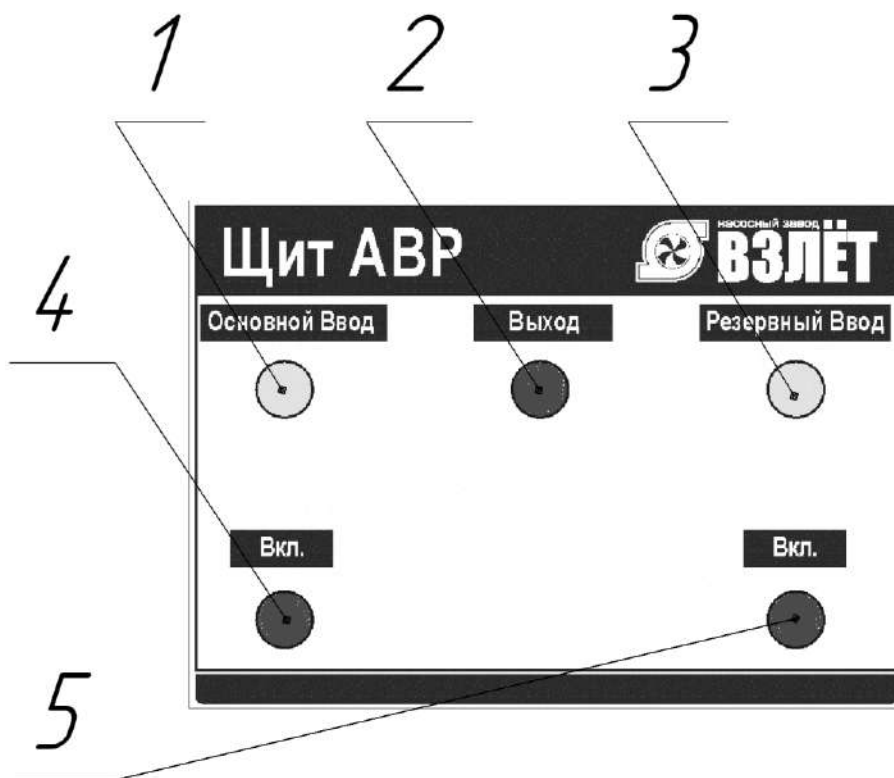

Рис. 1 Общий вид ШУ6-50-32А.
6.2. При подключении основной питающей линии следует проверить порядок чередования фаз. Если подключение правильное, при включении автомата QF1 включится пускатель KM1, загорится светодиод «Основной ввод» (рис. 1. поз. 1), загорится светодиод «Вкл» основного ввода (рис. 1. поз. 5), загорится светодиод «Выход» (рис. 1. поз. 2).